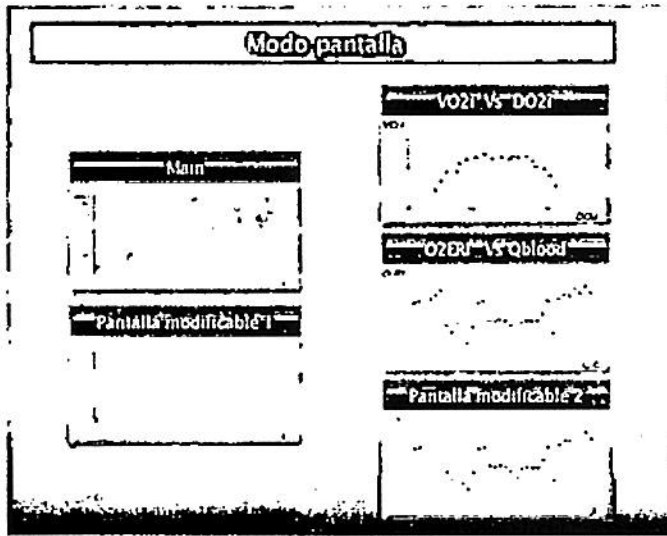

Figura 13: Pantalla que permite seleccionar las pantallas
- En la zona derecha vertical se encuentra el botón de activación (figura 13) de 5 íconos que representan gráficamente la misma Pantalla principal 1 y las demás 4 pantallas (de la 2 a la 5). Pulsando uno de estos íconos se pasa a la página representada.